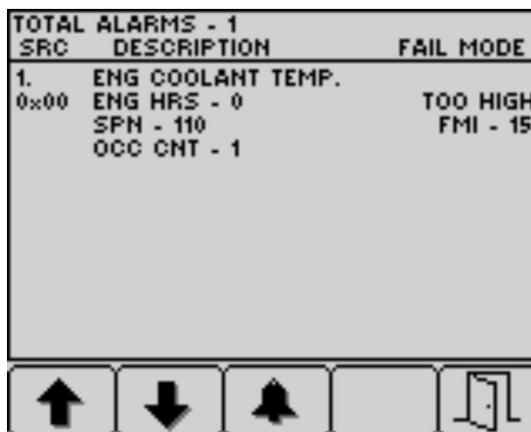

Figura 45
- Pulse el botón 5 para salir de la lista de fallos activos y regresar a la pantalla de inicio (Figura 45).
5. Pulse el botón 5 para salir de la lista de fallas activas y regresar a la pantalla principal; consulte Figura 45 en Notificaciones del motor (página 42).